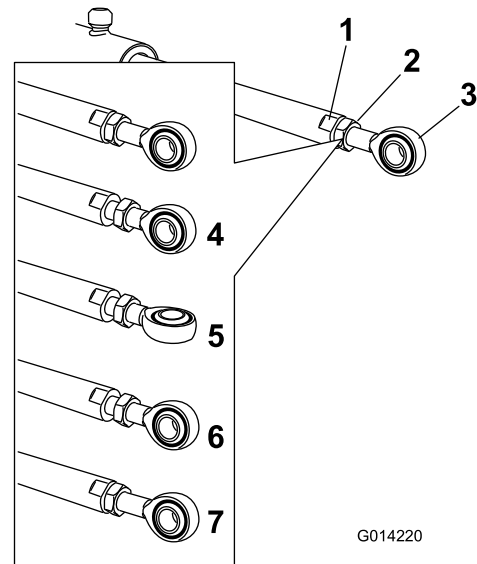

图64
5. 在提升器杆的平整侧用扳手进行固定，然后松开锁紧螺母，使孔眼杆可以调整（图64）。
6. 转动提升器杆上的孔眼杆，将延伸的提升器缩短或延长至所需的位置（图64）。